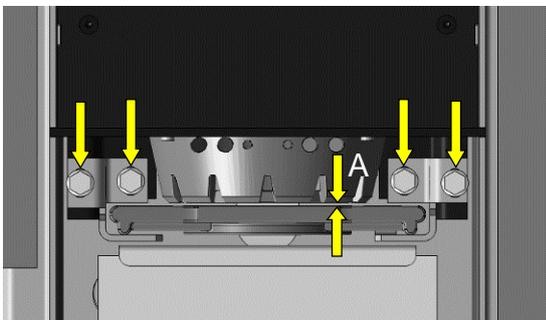

**Abb. 74: Rost mit Wölbung / Verzug**
1. Prüfen Sie den Gussrost auf Verschleiß und ersetzen Sie diesen bei Bedarf. Bei Wölbung / Verzug des Rostes über 1 mm (Abb. 74). Bei Rissen im Material (Abb. 75).